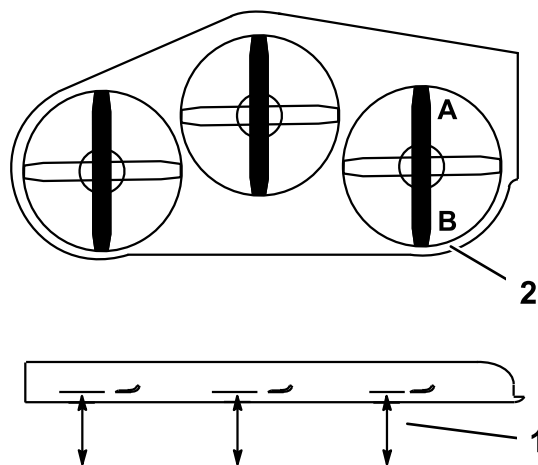

Figure 82
1. Tournez la lame droite dans le sens longitudinal (Figure 82).
2. Mesurez la distance au point **A** entre la surface plane et le tranchant de la pointe de la lame droite (Figure 82).
4. Mesurez la distance au point **B** entre la surface plane et le tranchant de la pointe de la lame droite (Figure 82).
6. La lame doit être plus basse de 6 à 10 mm (1/4 à 3/8") au point **A** qu'au point **B** (Figure 82). Si ce n'est pas le cas, passez aux étapes suivantes.